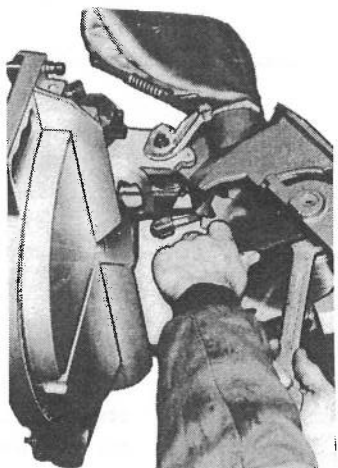

Fig. 5
- 4.- Bloquear el eje con la llave Allen especial, que se suministra con la máquina (Fig. 5).